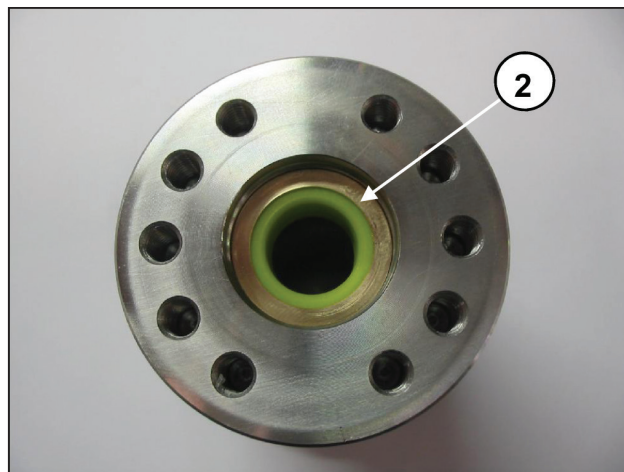

Рис. 124
- Вставьте антиэкструзионное кольцо ② и втулку уплотнений ③, как показано на Рис. 124, Рис. 125, Рис. 126.